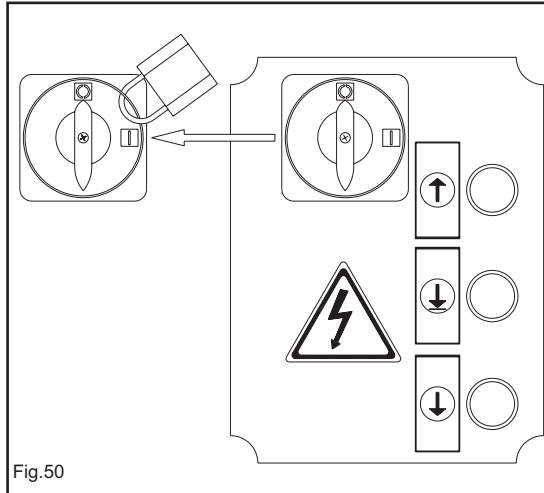

Fig.50
- l'interruttore generale sul quadro deve essere bloccato **IN POSIZIONE "0"** mediante un **LUCCHETTO** (Fig.50).
- the main switch on the control box must be locked in **POSITION "0"** by using a **LOCK** (Fig.50).